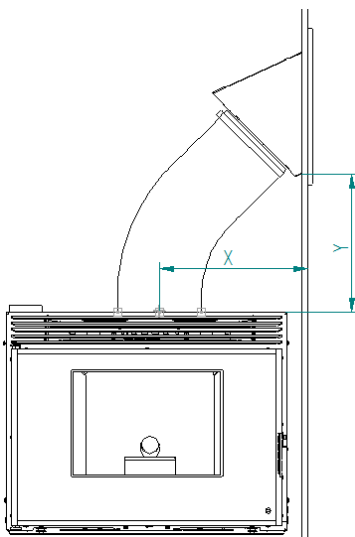

Figura 13 – Instalação equipamento
- A localização da boca de carga tem que manter uma relação, em que X é sempre menor do que $Y = X \cdot 0,7$ (ver Figura 13). Desta forma podemos garantir que a inclinação é suficiente para que o *pellets* não fiquem presos no tubo que liga a boca de carga, com a parte superior do chassi do inserível. A boca de carga pode ser instalada em qualquer uma das paredes que formam o saco onde se instala o equipamento, tanto à direita ou à esquerda, como na parte frontal ou traseira, se a distribuição da habitação da casa o permite. É sempre necessário respeitar as distâncias mínimas $X = 390$ milímetros, $Y = 275$ mm Exemplo: $X = 450$ mm $Y = 450 \cdot 0,7 = 315$ mm (mínimo).